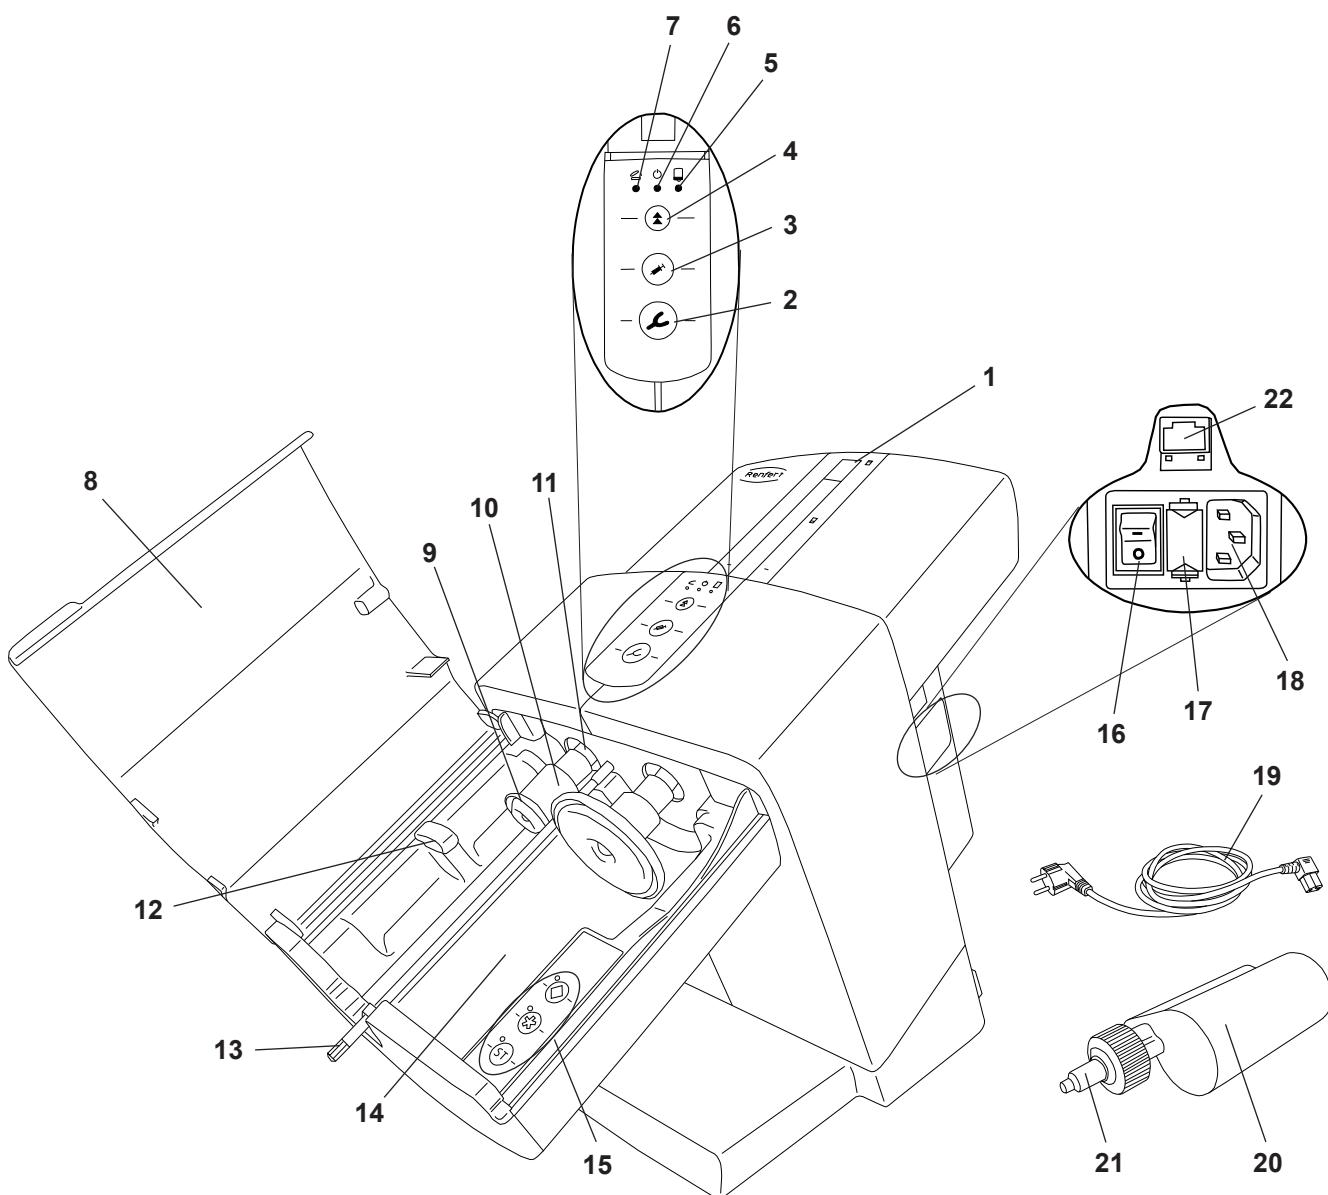
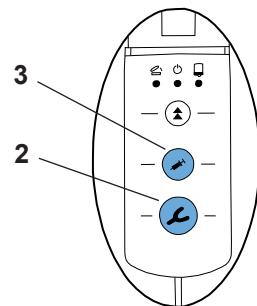

Abb. 1
Abb. 8
- ⇒ Mitgeliefertes Netzkabel (19, Abb. 1) in den Netzanschlussstecker (18) einstecken.
- ⇒ Gerät am Netzschalter (16) einschalten.
- ⇒ Geräteklappe (8, Abb. 1) schließen.
- ⇒ Rückfahrtaste (4) drücken.
- ◆ Die Druckteller (9, Abb. 1) fahren bis in die Ausgangsstellung zurück und stoppen dort.
- ⇒ Transportsicherung (23) entfernen.
Das Einlegen, sowie der Wechsel einer Kartusche kann nur erfolgen, wenn sich die zwei Druckteller (9, Abb. 1) in der Ausgangsstellung befinden.
- ⇒ Geräteklappe (8, Abb. 1) öffnen.
- ⇒ Kartusche (20) ins Gerät einlegen. Bitte beachten Sie, dass die Kartusche unter der Arretiernase (12) zu liegen kommt.
- ⇒ Programmtaste für Mischprogramm (15) drücken, siehe auch Kap. 5.1.1.
Die Geräteklappe lässt sich nur bei korrekt eingelegter Kartusche schließen. Solange die Geräteklappe noch nicht ordnungsgemäß geschlossen ist, leuchtet die rote LED „Geräteklappe offen“ (7, Abb. 1).
- Wird ohne vorherige Programmauswahl eine Taste zum Auspressen (Abformlöffel (2, Abb. 8) oder Dispenser (3, Abb. 8) gedrückt, aktiviert das Gerät automatisch das  -Programm. Die LED neben der -Taste leuchtet.
- ⇒ Vorschubtaste (2) oder (3) drücken und gedrückt halten:
- Abformlöffel (2), hohe Auspressgeschwindigkeit oder
- Dispenser (3), niedrige Auspressgeschwindigkeit
- ◆ Der Mischersechskant (13, Abb. 1) beginnt sich zu drehen und fädelt automatisch in die Mischerdüse (21, Abb. 1) ein und stoppt dann wieder.